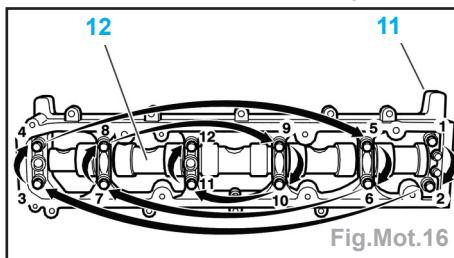

Fig.Mot.16
- le support (6),
- l'ensemble moyeu / pignon (7),
- le couvre-culasse (8) ; dans l'ordre indiqué.
- Desserrer progressivement les vis de fixation en respectant l'ordre (Fig.Mot.16).